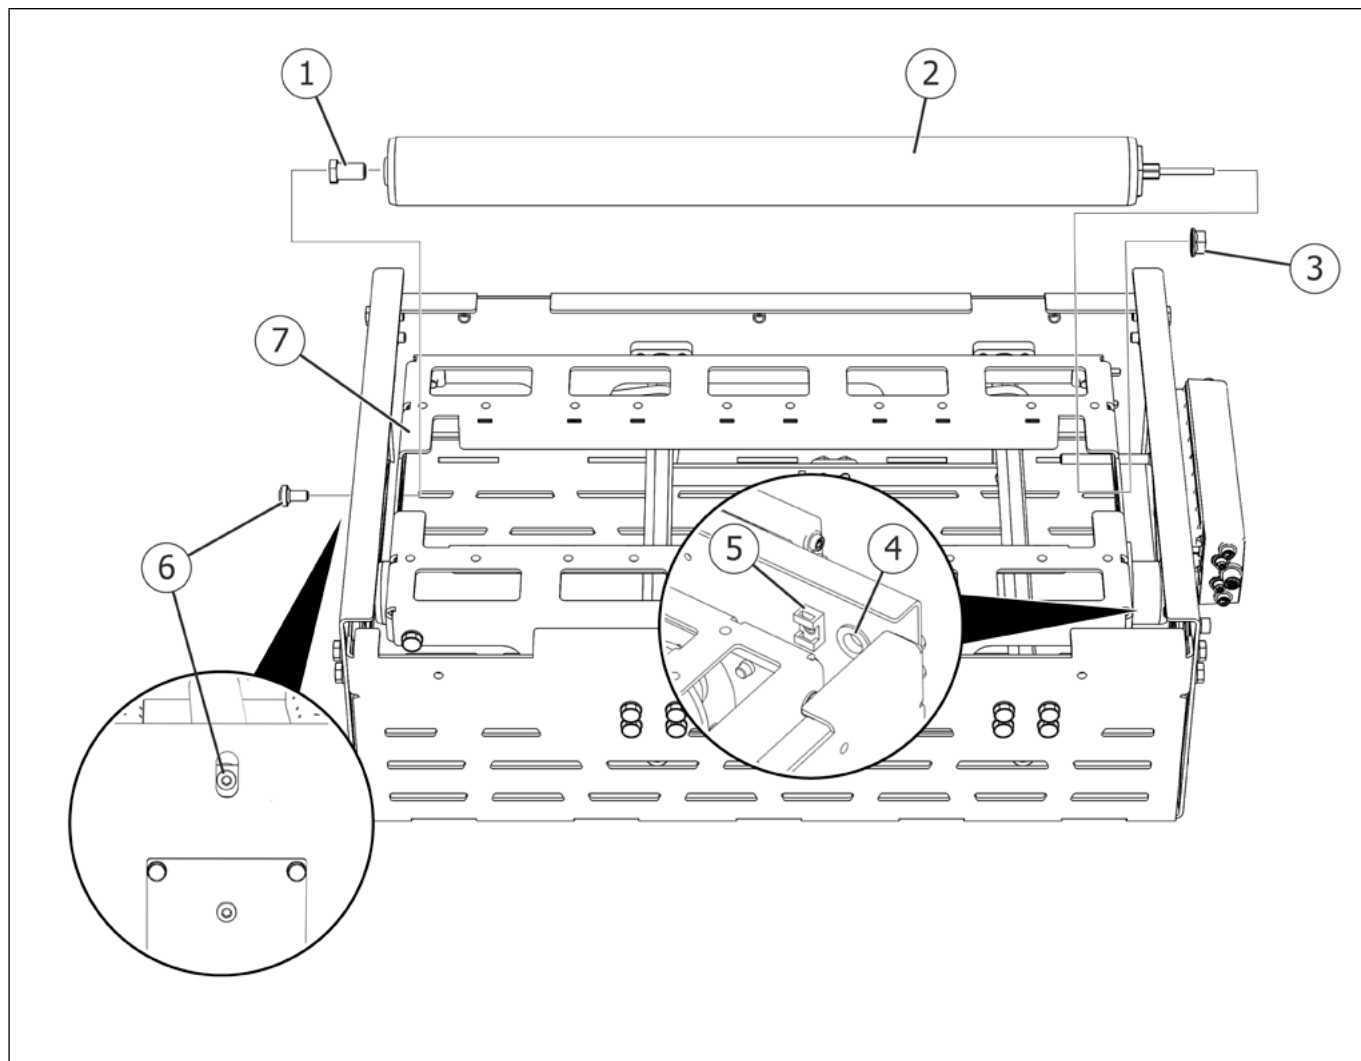

Fig. 10
1. Dévisser la vis à tête hexagonale du moteur de traction (Fig. 10/3).
3. Retirer du support de serre-câbles le serre-câbles (Fig. 10/5) fixant le câble du moteur de traction et tirer le câble de raccordement à travers le passe-câble (Fig. 10/4) dans le boîtier du module.
4. Dévisser la vis à tête bombée (Fig. 10/6) par l'ouverture du boîtier et soulever le moteur de traction (Fig. 10/2) jusqu'à ce que le moteur puisse être retiré par l'arrière du support de lame (Fig. 10/7).
5. Retirer la douille à bride (Fig. 10/1) du moteur de traction.
6. Insérer la douille à bride (Fig. 10/1) dans le moteur de traction (Fig. 10/2).
7. Introduire le câble de raccordement du moteur de traction dans l'ouverture hexagonale du support de lame (Fig. 10/7) et mettre le moteur de traction en position de montage.
8. Insérer la vis à tête bombée (Fig. 10/6) dans la douille à bride via l'ouverture du boîtier et la serrer à fond.
9. Enfiler la vis à tête hexagonale du moteur de traction (Fig. 10/3) sur le câble du moteur et la visser sur le moteur de traction.
10. Faire sortir le câble de raccordement du moteur de traction du boîtier du module par le passe-câble (Fig. 10/4) et le fixer avec un serre-câbles sur le support de serre-câbles (Fig. 10/5).